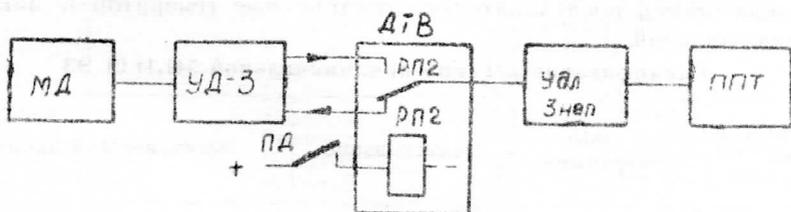

Рис. 1
- б) испытание усилителя по п.п. 2.1. и 2.2 производится совместно с эталонным датчиком, промежуточным пунктом и микрофоном, включенными по схеме рис. 1.